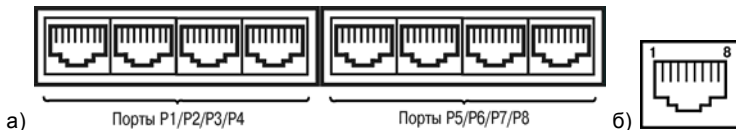

**Рисунок 3.2 – Вид разъемов: Ethernet порт (а), разъем USB (б), разъем питания (в)**
- два соединителя интерфейса Ethernet типа RJ45 (см. рисунок 3.2, а). Монтаж контактов порта Ethernet приведен в таблице 3.1;
- два высокоскоростных USB 2.0 порта (см. рисунок 3.2, б); которые могут использоваться только для подключения Flash-накопителей информации;
- разъем питания постоянного тока (см. рисунок 3.2, в).